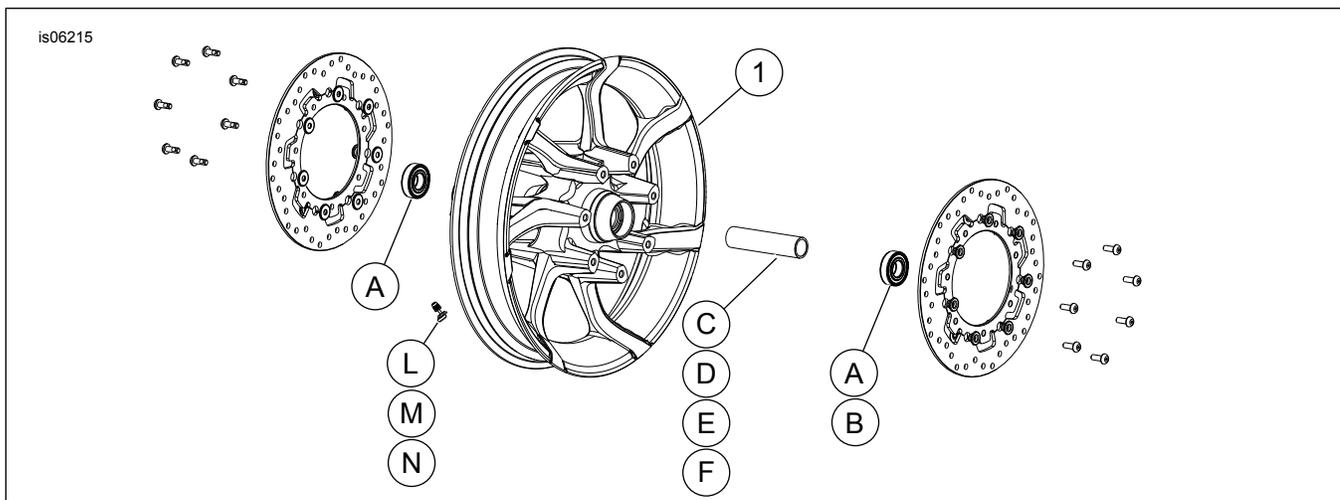

Figure 1. Pièces de rechange : Roues Agitator avant (19 pouces représenté)
Voir Figure 1 et les tableaux des pièces de rechange.
- Voir Figure 1 . Poser l'ensemble de tige de valve (L) sur la roue. Consulter le manuel d'entretien.